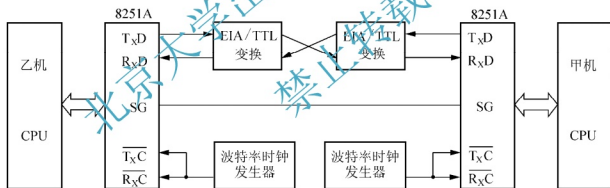

图 7.62 双机串行通信接口
(1) 硬件连接根据以上分析把两台微机都当作 DTE, 它们之间只需 T_xD 、 R_xD 、SG 三根线连接就能通信。采用 8251A 作为接口的主芯片再配置少量附加电路, 如波特率时钟发生器、RS-232C 与 TTL 电平转换电路, 地址译码电路等就可构成一个串行通信接口, 如图 7.62 所示。